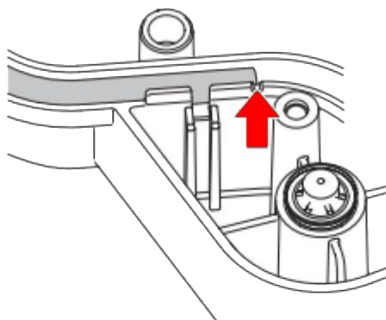

Abbildung 6
3. Richten Sie das erste Ende des Dichtungstreifens an der Markierung am Gehäuse aus. Wird durch den Pfeil in Abbildung 6 angezeigt.